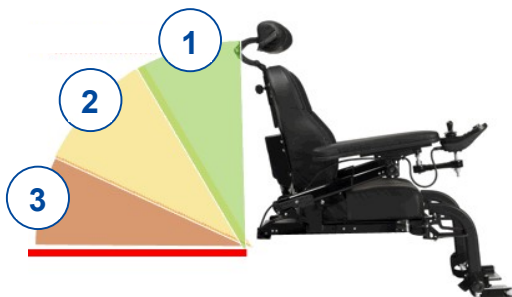

Figura 3 *Inclinazione dello schienale*
- l'inclinazione dello schienale è superiore a un dato angolo (vedere la Figura 3):